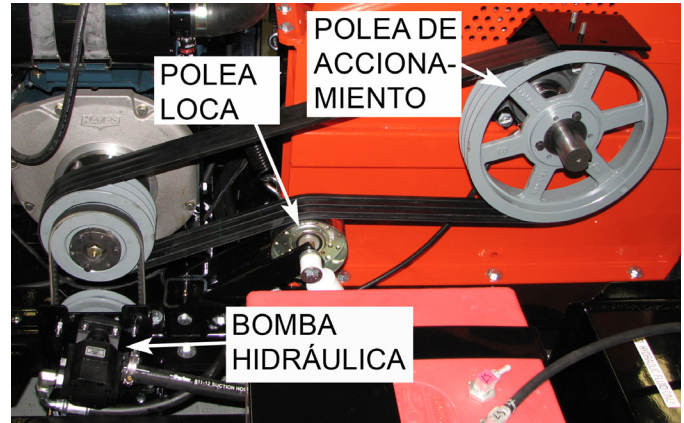

Figura 5.4, Correa de accionamiento
3. Retire la correa de la bomba hidráulica aflojando los pernos en la bomba hidráulica (Figura 5.4).